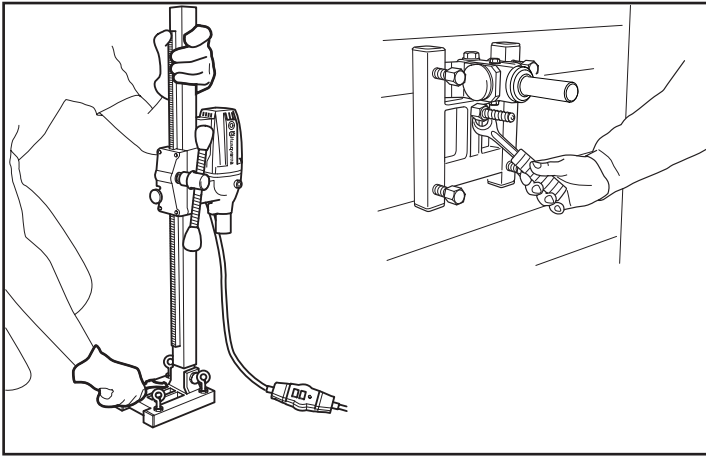

Рис.8
1. Просверлите в поверхности установки отверстия (15 мм) и забейте анкеры. Привинтите основание DMS 160A / AT в нужное положение (рис. 8) и тщательно проверьте, чтобы анкер закреплен был правильно.